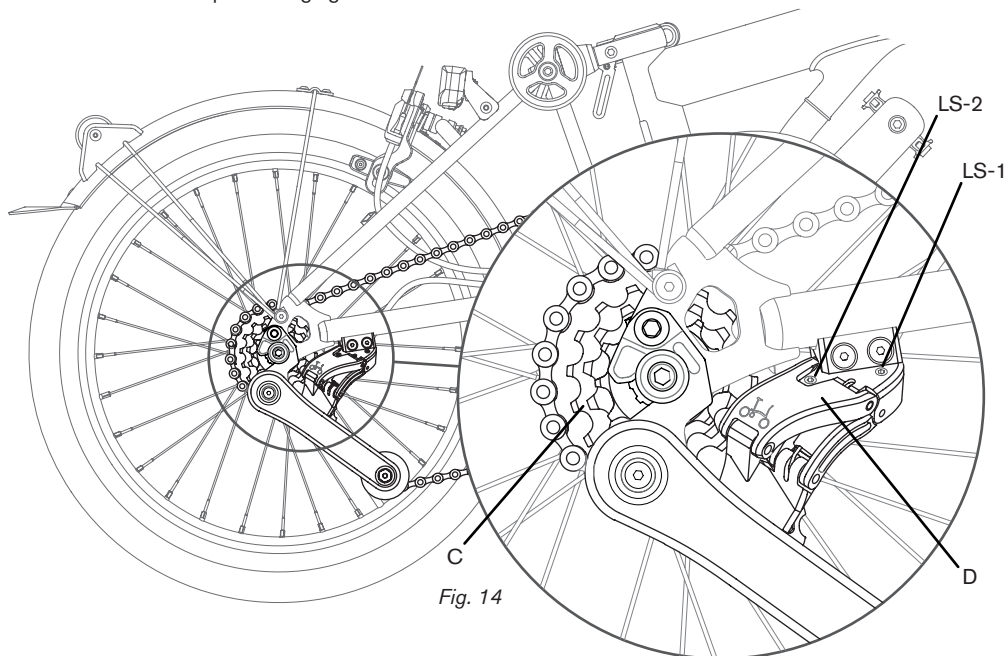

Fig. 14
LS-1 s'utilise pour générer l'alignement sur le plus grand pignon de la cassette. LS-2 pour le plus petit (fig. 14).
Déplacez les rails de la selle dans l'attache afin qu'ils soient grossièrement centrés (à mi-parcours entre les positions avant et arrière maximales). Mettez la selle de niveau afin que la surface supérieure soit grossièrement de niveau entre le bord avant et le bord arrière (fig. 14). Une fois la selle en position neutre, serrez le boulon de fixation de la selle avec un couple de 15 Nm. Testez la position de la selle ; vous pouvez la régler pour qu'elle soit plus confortable.
- Vérifiez que la hauteur de la selle est correcte lorsqu'elle est complètement remontée ; vous pouvez procéder à de petits ajustements en déplaçant légèrement vers le haut ou vers le bas la position du boulon de fixation de la selle sur la tige (fig. 14). Pour plus d'informations, rendez-vous sur <https://www.brompton.com>